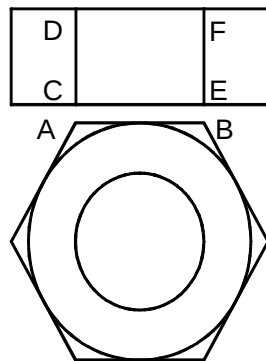

图 2-2-2
STEP 01 绘制螺母主视图外轮廓，如图 2-2-2 所示，其操作步骤如下：